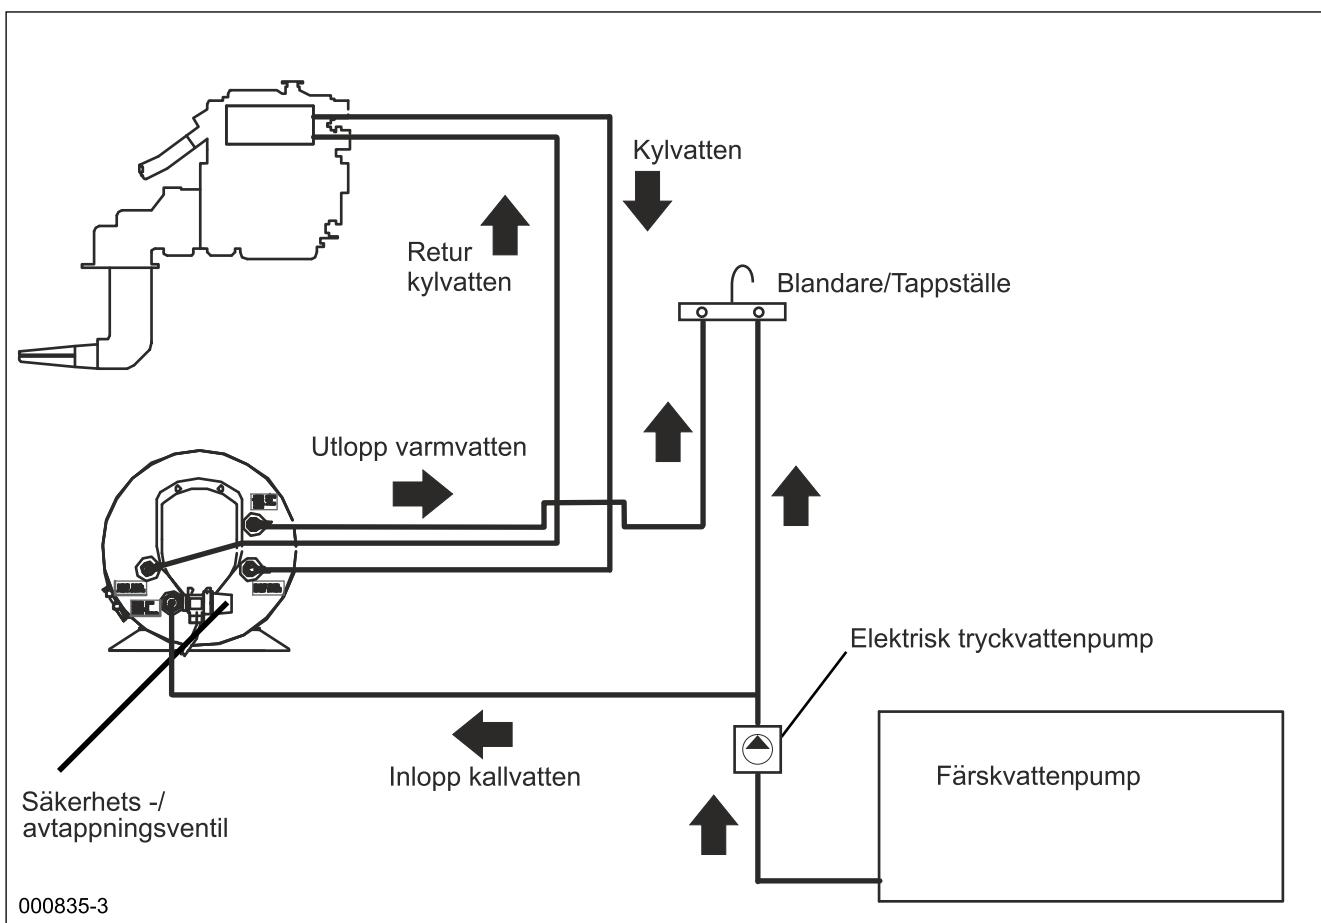

Fig. 1
Varmvattenberedaren kan monteras var som helst i båten så länge den sitter monterad så att motorvattenslingan inte hamnar över nivån på motorns expansionskärl. (Fig. 1). Det är en fördel att hålla slangarna mellan motorn och beredaren så korta som möjligt för lägsta värmeförlust och minsta strömingsmotstånd. Varmvattenberedarens värmeväxlare kan anslutas antingen parallellt eller i serie med motors kylvattenkrets. Valet avgörs av hur motortillverkaren anger att beredaren ska anslutas.
**4.3 Motoranslutningar (se anslutningsschema, fig. 1):** Beredarna är avsedda att anslutas till färskvattenkylda motorer.
#### 4.4 Anslutning färskvatten (se anslutnings-schema, fig 1):